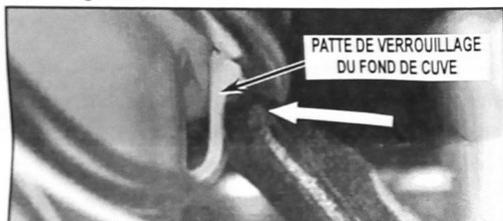

FIGURE 1
8. Appuyer sur la patte de verrouillage du fond de cuve et écarter les deux composants au niveau du joint – pousser doucement sur le fond de cuve, vers le haut. Voir la Figure 1.